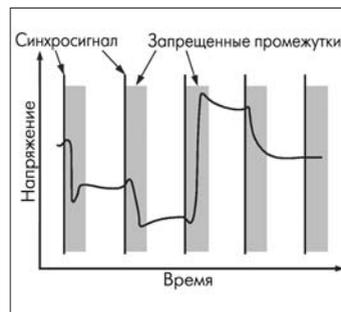

Рис.2. Форма входного аналогового видеосигнала. Заштрихованы промежутки времени, в которые запрещено преобразование в цифровой код
- если частоты ЦАП и АЦП равны, а фаза тактового синхросигнала АЦП обеспечивает захват каждого пиксела (рис.2).
Система стабилизации частоты синхргенератора использует принцип фазовой автоподстройки со встроенным цифровым фильтром и внешним кварцевым резонатором. Синхргенератор формирует четыре синхросигнала, сдвинутые на четверть периода относительно друг друга. Блок фазовой коррекции динамически выбирает одно из четырех возможных значений фазы синхросигнала, поскольку для стабилизации изображения на экране синхросигнал не должен совпадать по времени с перепадами видеосигнала (рис.2). Видеосигнал сопровождается импульсами строчной синхронизации HSYNC, которые используются блоком фазовой коррекции для выбора фазы высокочастотного синхросигнала. Фаза устанавливается в начале каждой строки видеосигнала. Дрожание фазы синхросигнала (jitter) в пределах строки не превышает 6% от его периода.